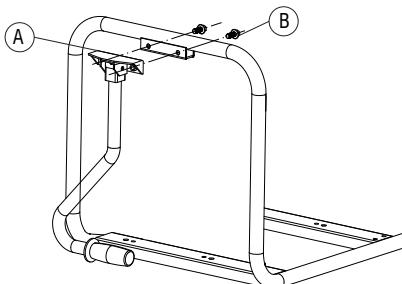

Figura 2-7. Conjunto de asa
Instale el conjunto de la manija (A) como se muestra. en la figura 2-7.
- Instale el conjunto de la manija (A) en el marco usando dos pernos M8-1.25 x 40 (B) .